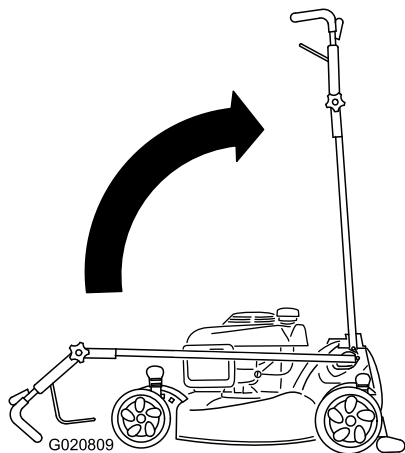

Figura 37
2. Mueva el manillar a la posición vertical (Figura 37).